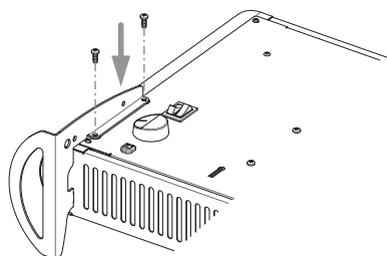

Рисунок 4. Установка опор
- 6.3. Для эксплуатации конвектора установите опоры на корпус обогревателя. Процесс установки показан на рис. 4.